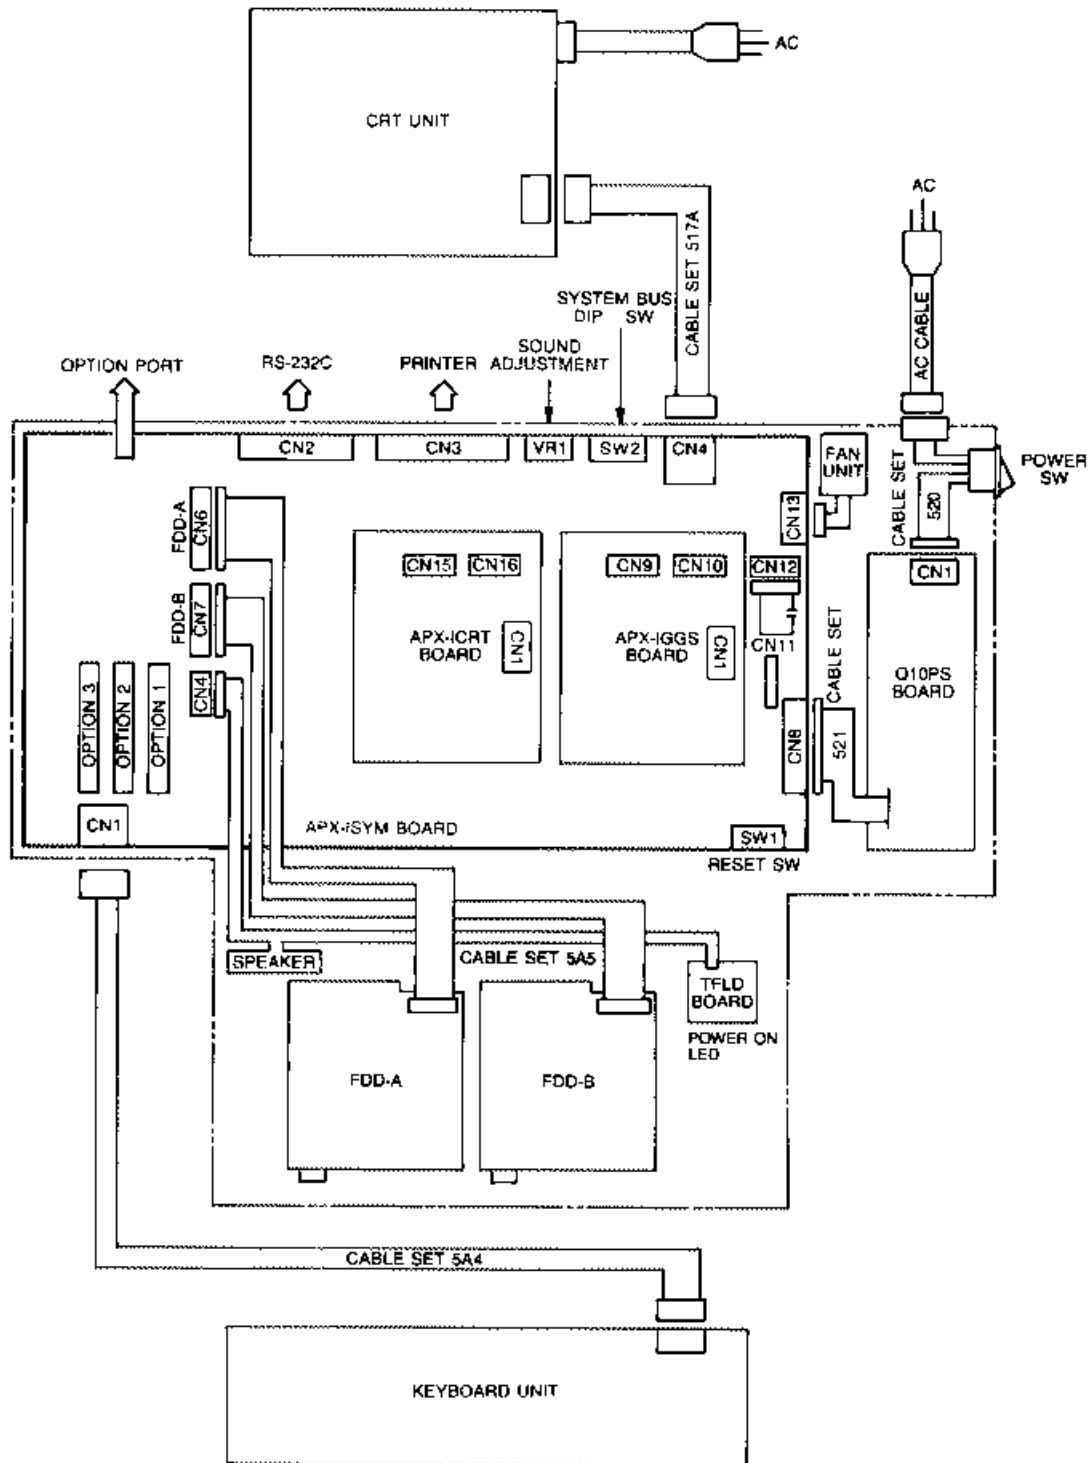

FIGURE 2-1. SYSTEM CONFIGURATION BLOCK DIAGRAM
2.1 SYSTEM OVERVIEW (Figure 2-1)